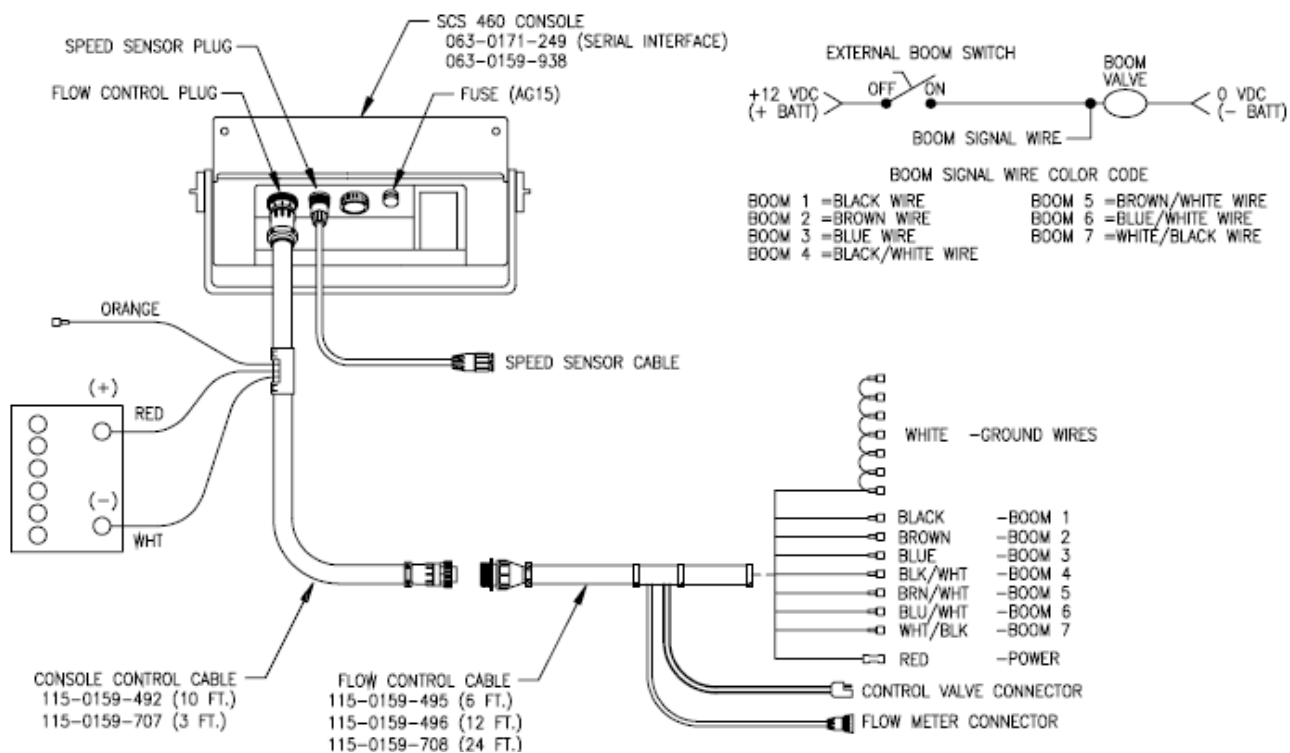

Рис. 5
- 2) Подключите кабель консоли к разъему на обратной стороне консоли. (См. рис. 5). Выведите кабель консоли из кабины и заделайте его. (Удлинитель для расходомера можно приобрести у дилера).